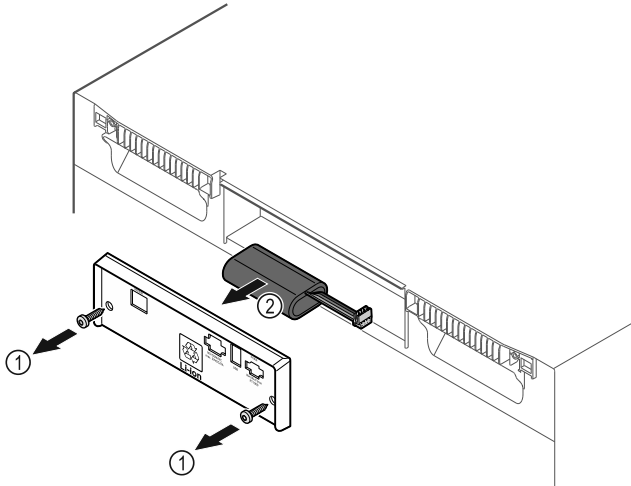

Fig. 215
- ▶ Викрутити гвинти і зняти кожух на задньому боці пристрою Fig. 215 (1).
- ▶ Батарею від'єднати та вийняти Fig. 215 (2).